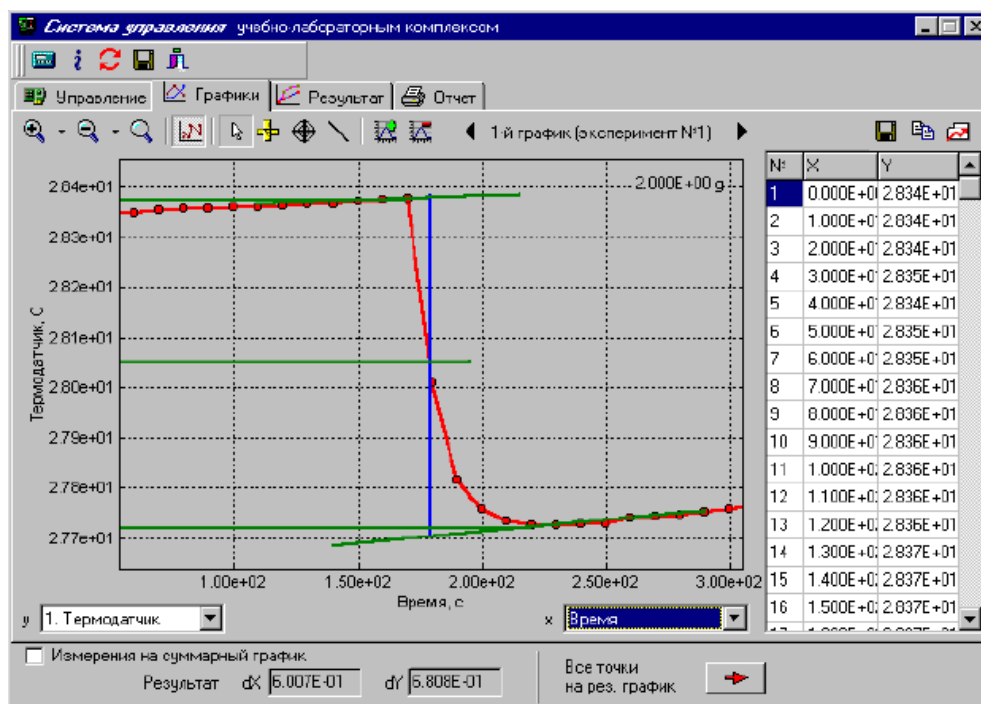

Рис. 12. Определение  $\Delta T$
11. Проводим линии, необходимые для определения изменения температуры  $\Delta T$ . Для этого выбираем инструмент «**прямая линия**» (☰), подводим курсор к соответствующей точке графика и, нажав один раз левую клавишу «мышки», устанавливаем начальную точку линии. Зафиксировать линию нужно повторным нажатием кнопки (отмена — нажатие правой кнопкой «мышки»). Для измерения  $\Delta T$  вначале убираем «галочку» в поле «**Измерения на суммарный график**», а затем проводим вертикальную линию до пересечения с полученными линиями. Для этого выбираем инструмент «**линейка**» (⊕), устанавливаем курсор на одной из линий и проводим вертикальную линию. В области «**Результат**» в поле «**dY**» появится значение  $\Delta T$  (рис. 12).